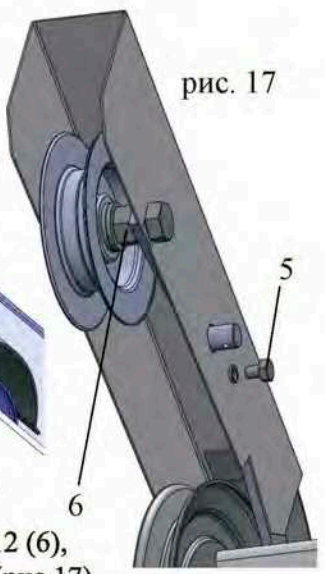

рис. 17
2. Затем вторую гайку М12. (рис.17).